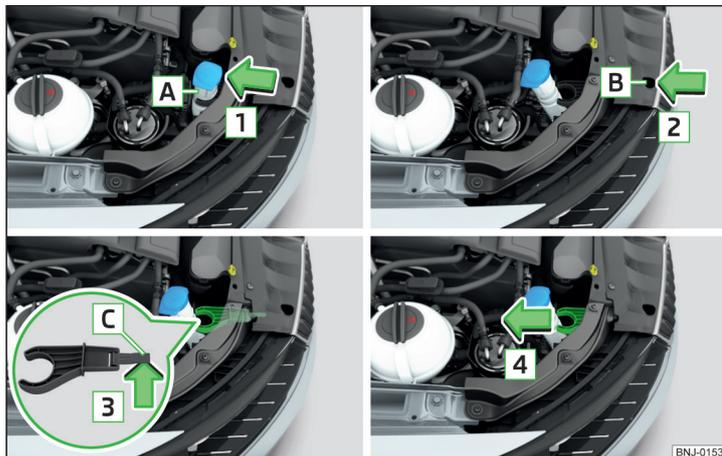

Fig. 205 Desmontaje del soporte del depósito del sistema lavado de cristales
- Aflojar los soportes del depósito **A** del soporte en la dirección de la flecha **1** » fig. 205.
➤ Deslizar hacia dentro el soporte del depósito en contra del sentido de la flecha **4** » fig. 205.